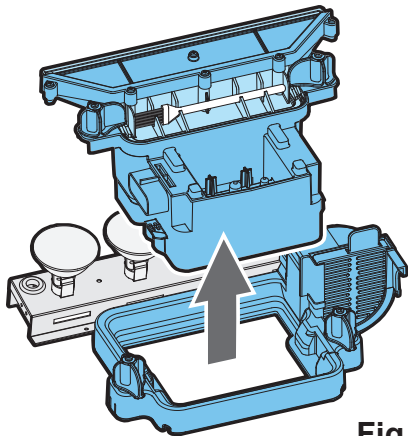

Fig. 10
6. Løft forsiktig opp bunnen, og pass på at du holder den i vater slik at du ikke søler ut noe vann. Legg bunnen i en utslagsvask. (Se fig. 10)